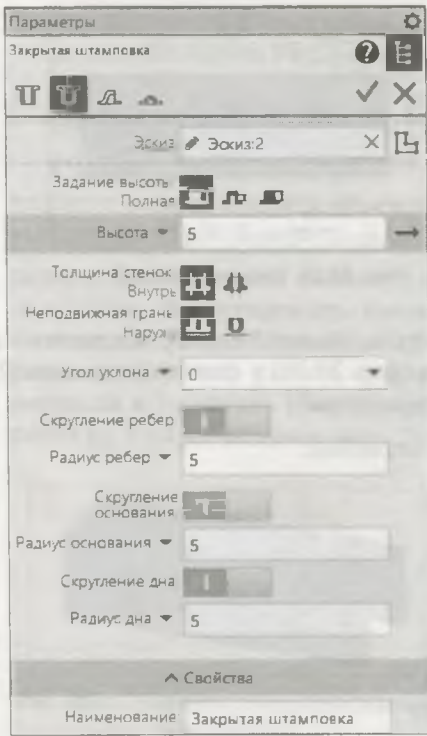

Рис. 29.36. Панель Параметры:
- ◆ на панели инструментов **Элементы листового тела** нажмите кнопку **Закрытая штамповка** — система перешла в режим создания закрытой штамповки. На экране появились панель **Параметры: Закрытая штамповка** (рис. 29.36) и фантом закрытой штамповки (рис. 29.37). Элементы настройки на панели точно такие же, как и при операции **Открытая штамповка**, только в группе **Задание** высоты появилась кнопка **Полная**. Задайте любые параметры или оставьте параметры по умолчанию;